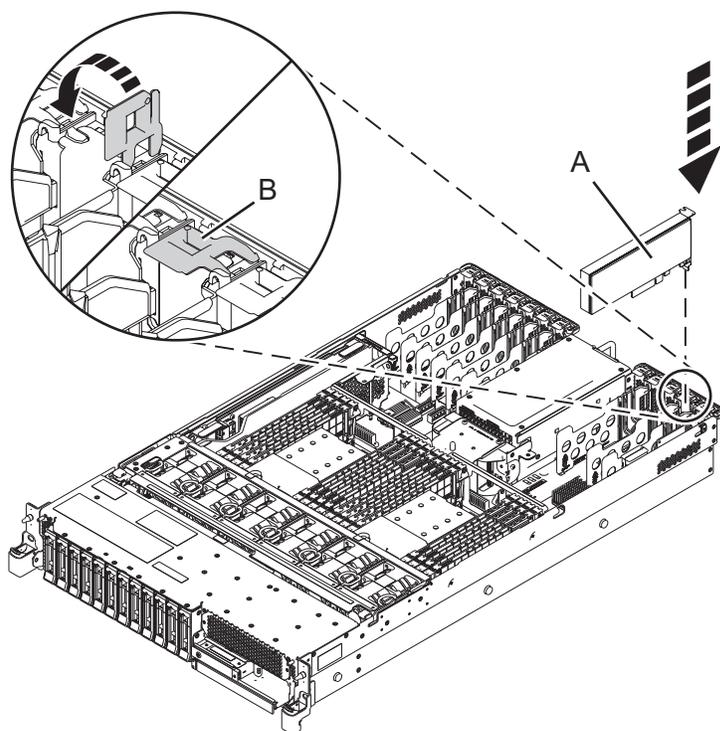

Figure 3. Installation ou remise en place d'une carte PCIe dans le système 5148-21L, 5148-22L, 8247-21L, 8247-22L, 8284-21A ou 8284-22A
8. Si le loquet de la carte (**B**) sur l'emplacement cible n'est pas déjà en position ouverte, mettez-le en position ouverte en le tirant vers l'extérieur de sa patte située à l'arrière du système, comme illustré dans la figure 3.
9. Saisissez avec précaution le bord supérieur ou la contre-poupée de la carte et alignez la carte avec l'emplacement et son connecteur sur le fond de panier du système (**A**), comme illustré dans la figure 3.
11. Pour verrouiller la carte dans son emplacement, tournez son loquet (**B**) dans la direction illustrée dans figure 3.